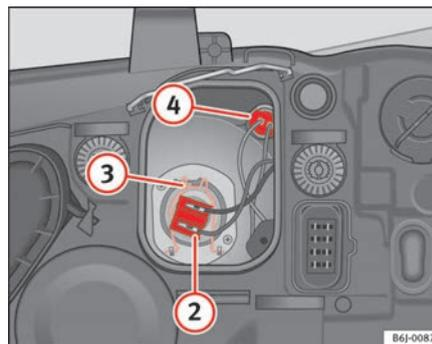

Fig. 136 Luz de posición
- Extraiga el conector ⇒ página 224, fig. 136 ② de la lámpara.
- Desenganche el resorte retentor ⇒ página 224, fig. 136 ③ presionándolo hacia dentro y a la derecha.